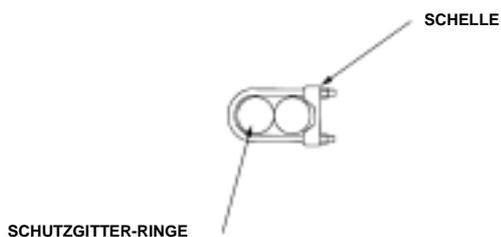
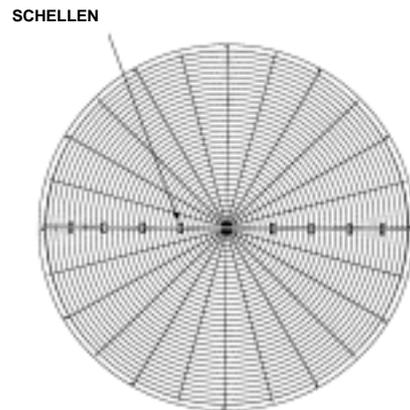

Abb. 16 - Anbringen der Schellen
Abb. 17 – Abstand der Befestigungsschellen
3. Verbinden Sie die beiden Gitter-Hälften mit Schellen (Abb. 16). An jeder Seite sind vier Schellen anzubringen. Verteilen Sie die Schellen gleichmäßig auf dem Radius des Schutzgitters (Abb. 17).
3. Verbinden Sie die beiden Gitter-Hälften mit Schellen (Abb. 16). An jeder Seite sind vier Schellen anzubringen. Verteilen Sie die Schellen gleichmäßig, wie in Abb. 17 gezeigt.